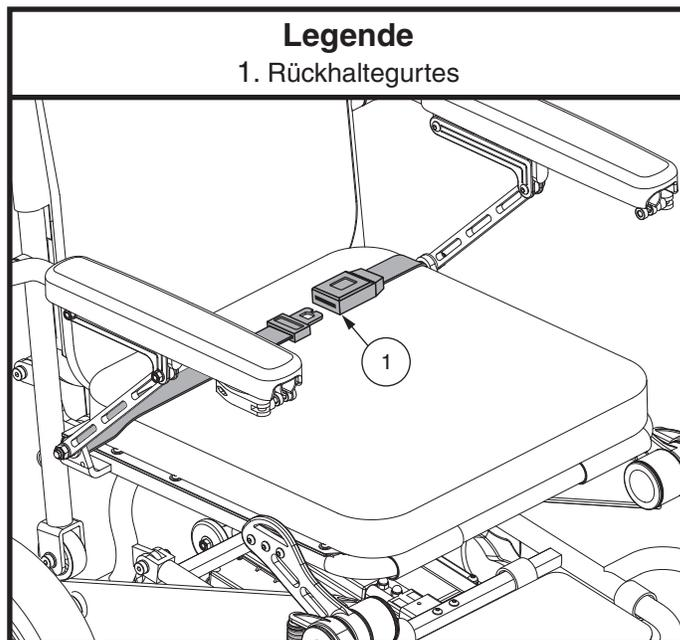

Abb. 12. Anpassung des Rückhaltegurtes
Ein Rückhaltegurt ähnlich einem Auto Sicherheitsgurt steht Ihnen als Zusatzausstattung für Ihren Elektrorollstuhl zur Verfügung. **Siehe Abb. 12.** Der Rückhaltegurt gibt dem Benutzer Halt, so dass er nicht nach vorne oder aus dem Sitz rutscht. Der Rückhaltegurt ist nicht als Sicherheitsgurt entwickelt worden.
1. Nach dem Einsetzen stecken Sie die Metallasche an einer Seite des Gurtes in das Plastikgehäuse auf der gegenüberliegenden Seite, bis Sie einen Klick hören. **Siehe Abb. 12.**